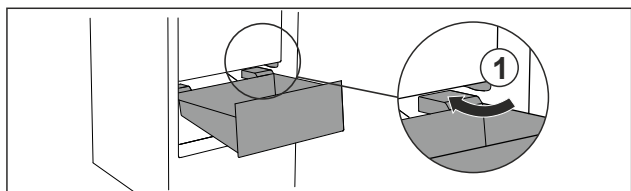

Fig. 37
- ▶ Zásuvku vedte šikmo podél zářezek Fig. 37 (1).